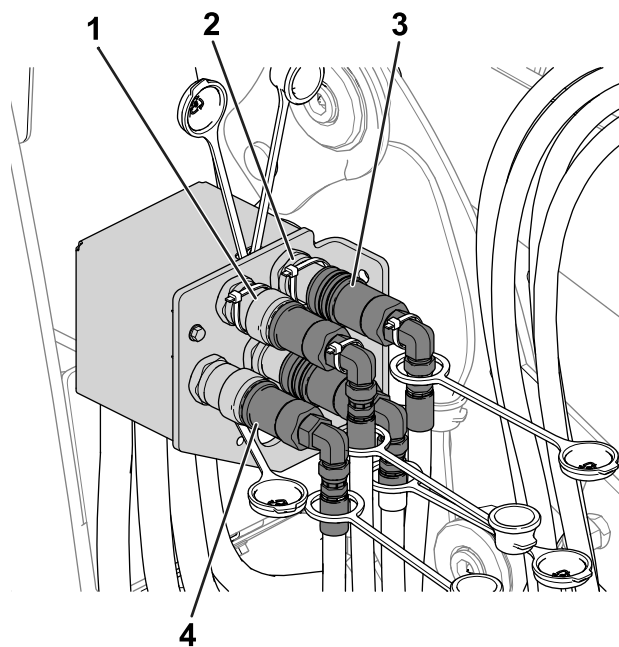

Рисунок 52
5. Выполните следующие действия для подсоединения гидравлических соединителей (Рисунок 52):